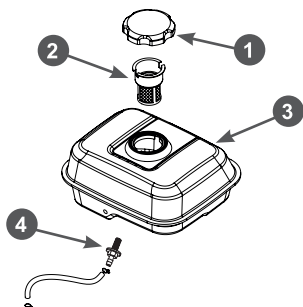

Рис. 26. Топливный бак и топливные фильтры
В топливном баке установлены два сетчатых топливных фильтра. Один фильтр устанавливается в заливной горловине топливного бака. Второй фильтр конструктивно объединен со штуцером топливного бака и установлен внутри бака (Рис. 26).
Каждые 300 часов работы или один раз в год в зависимости от того, что наступит раньше, необходимо производить очистку топливного бака от грязи и конденсата. Перед этим рекомендуется полностью выработать топливо. Одновременно с очисткой топливного бака необходимо проверять и очищать фильтр 4, установленный внутри бака (Рис. 26). Поврежденный или сильно загрязненный фильтр необходимо заменить.
3. Выкрутите из топливного бака выходной штуцер 4 и произведите его очистку (Рис. 26). Внимательно осмотрите сетчатый фильтр. При обнаружении механических повреждений замените штуцер топливного бака.